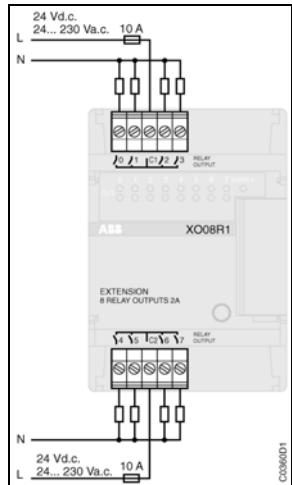

Figura 4-22: Extensión XO 08 R1
3.2. Extensión XO 08 R1 (ver Figura 4-22)